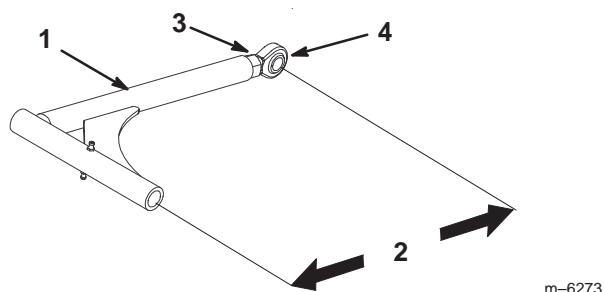

Figure 65
11. Si la poulie de renvoi fixe touche l'extrémité de la fente de réglage et si la courroie a besoin d'être tendue davantage, il est possible de modifier légèrement la longueur des bras de poussée (Fig. 65).
12. Pour régler les bras de poussée, desserrez l'écrou de blocage et tournez la rotule dans le sens anti-horaire, un tour à la fois. Réglez chaque côté de la même façon (Fig. 65).